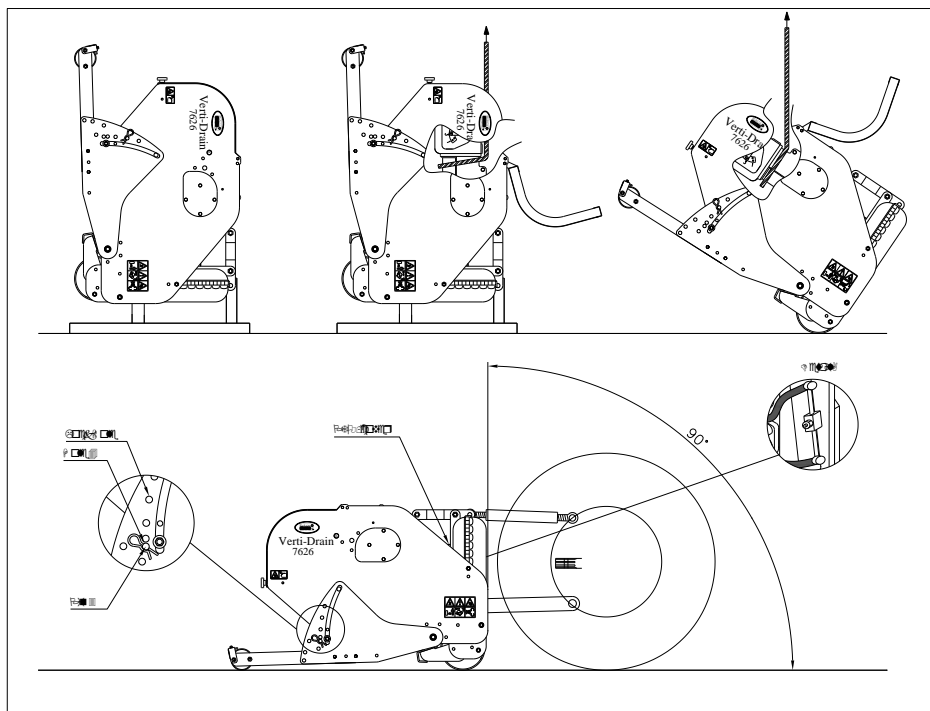

Fig. 8
Maskinen står lodret på pallen. Gør som følger for at fjerne pallen og få maskinen vandret ud på jorden (se fig. 8):
- @ Ved 90 grader går tænderne kun korrekt i jorden, hvis maskinen er korrekt installeret, se fig. 8. Hvis dette ikke er korrekt foretaget, kan der opstå en kraft F, se fig. 12, der beskadiger maskinen.
- @ Hvis Verti-Drain® ikke er korrekt monteret bag traktoren, se fig. 8, kan forskellige PTO-vinkler forårsage vibrationer i maskinens drivlinje. Disse vibrationer kan beskadige maskinen og hullerne i jorden.